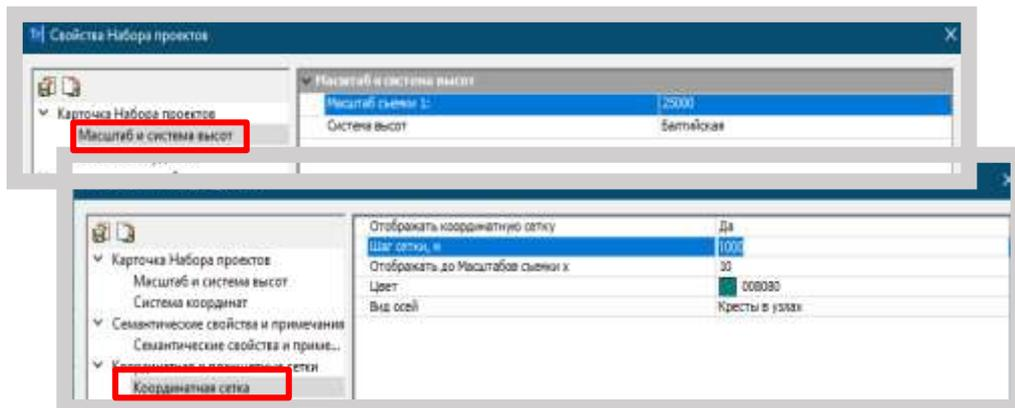

Рис. 4
2. «Слой 1» в Проекте «Кварты» переименовать в «Растр», Рис.4.